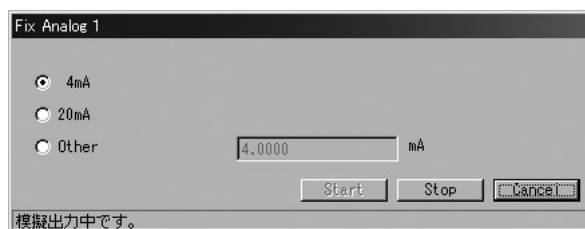

図82
- ④ 「OK」ボタンをクリックすると設定したアナログ値が出力されます。この模擬出力値の出力中は図82のように“模擬出力中です。”というメッセージが表示されます。